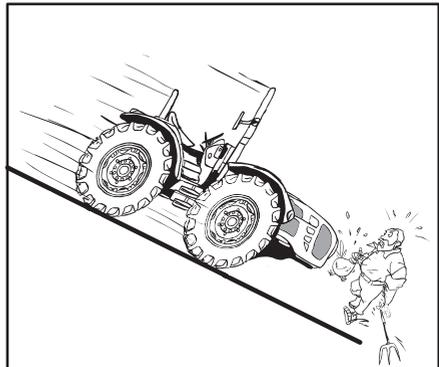

Abb. 2.25
- Einen Gang eingelegt lassen. Abhänge nie bei ausgekuppelter Kupplung oder im Leerlauf fahren (Abb. 2.25).